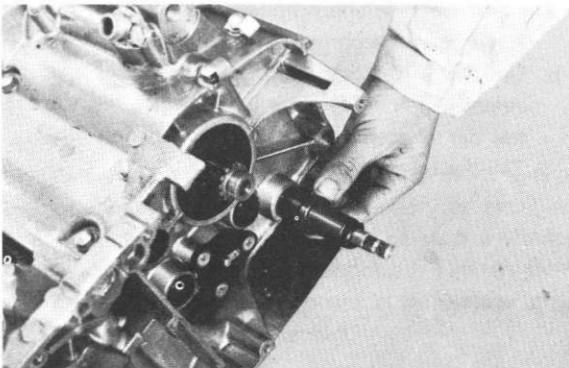

Fig. 4-11-6
- a. Remove the change shaft sealing boot. (Fig. 4-11-6)
- a. Retirez la gaine d'étanchéité de l'arbre de sélecteur. (Fig. 4-11-6)
- a. Dichtungsstück der Schaltwelle demontieren. (Abb. 4-11-6)